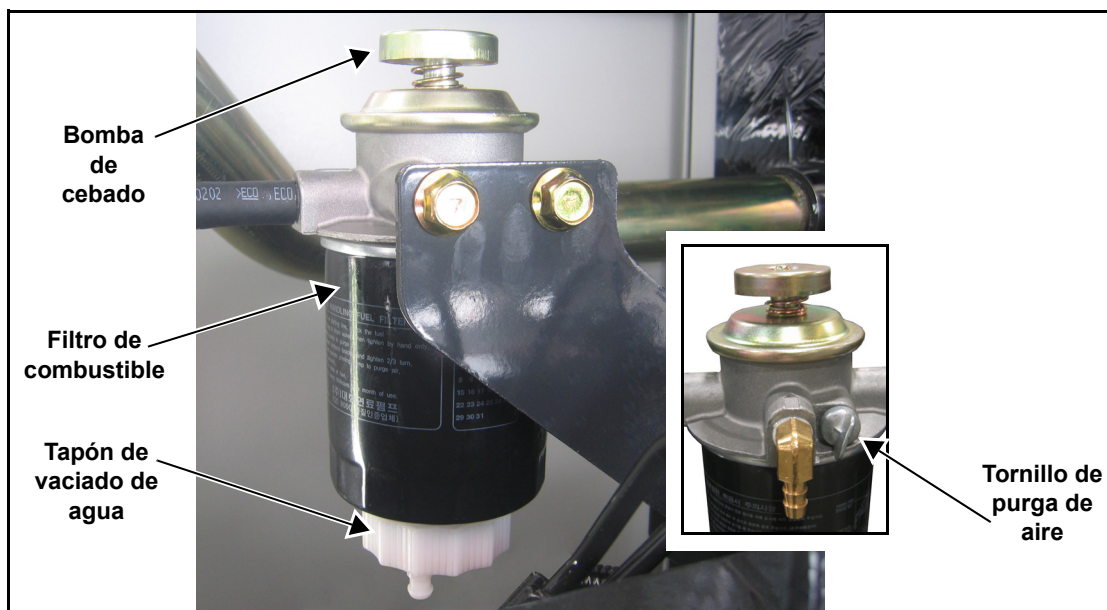

Figura 5-18. Cebado del sistema de combustible
1. Afloje lentamente el tapón de vaciado de agua. Vea la Figura 5-18.